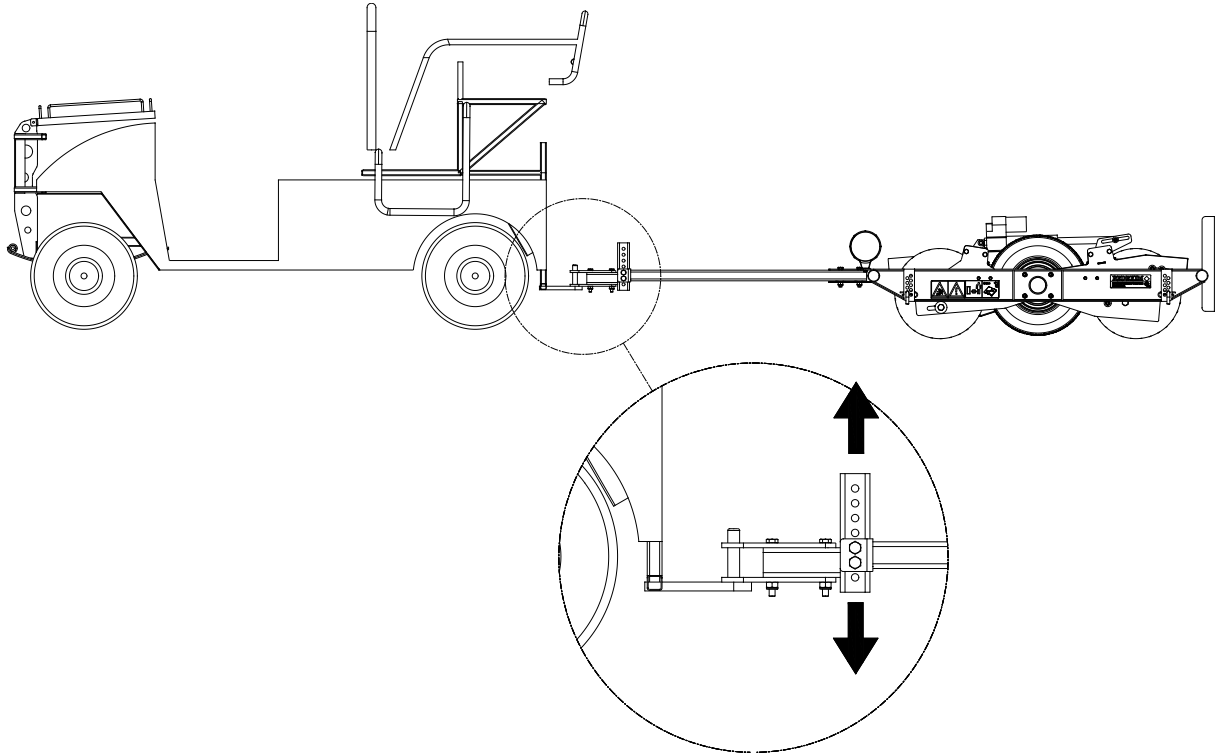

Fig. 9
De Speed-Brush kan aan het trekkende voertuig gekoppeld worden door middel van een trekhaak (fig 9).
3. Controleer vervolgens of de Speed-Brush zich in een horizontale stand bevindt. Is dit niet het geval dan kan men dit instellen door de twee bouten los te draaien en een hogere/lagere stand te selecteren (fig. 9).